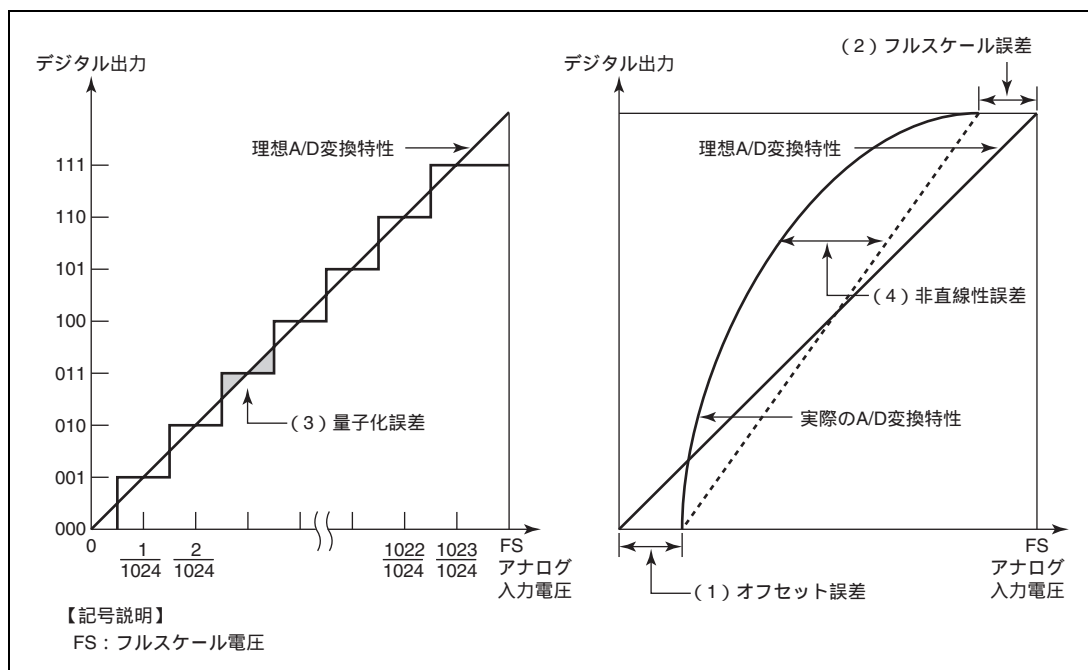

図 20.7 A/D 変換精度の定義
図 20.7 に沿って、上記 1.~4.の誤差を説明します。ただし、図ではわかりやすいように、10 ビットの A/D 変換器を 3 ビットの A/D 変換器に単純化しています。オフセット誤差とは、デジタル出力値が最小値（ゼロ電圧）B'000000000 (図では 000) から B'000000001 (図では 001) に変化するときの、実際の A/D 変換特性と理想 A/D 変換特性との偏差 (図 20.7 (1)) です。フルスケール誤差とはデジタル出力値が B'111111110 (図では 110) から最大値（フルスケール電圧）B'111111111 (図では 111) に変化するときの、実際の A/D 変換特性と理想 A/D 変換特性との偏差 (図 20.7 (2)) です。量子化誤差とは、A/D 変換器が本質的に有する誤差であり、1/2LSB で表されます (図 20.7 (3))。非直線性誤差とは、ゼロ電圧からフルスケール電圧までの間の実際の A/D 変換特性と理想 A/D 変換特性との偏差 (図 20.7 (4)) です。ただし、オフセット誤差、フルスケール誤差、量子化誤差は含みません。